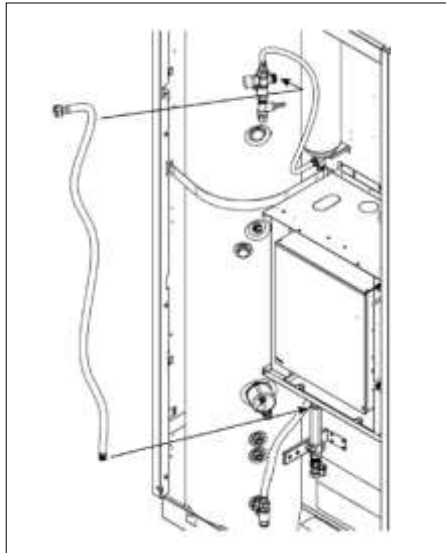

Figura 12-tubo ACS + guarnizioni
- 9) Installare valvola termostatica (L) e la valvola di sicurezza ACS. Installare tubo (M) e guarnizioni (figura 12, 12A).